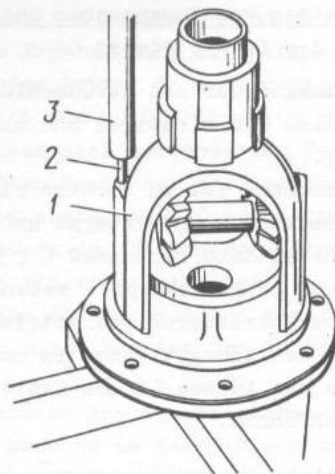

Bild 3-125. Eintreiben des Stiftes des Ausgleichradbolzens:
- Stift 2 (Bild 3-125) bis zum Anschlag an die bearbeitete Fläche am Ausgleichgehäuse eintreiben;